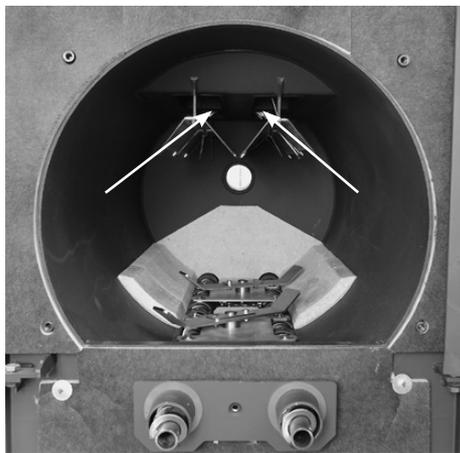

Bild 19
9. Asche in der Brennkammer und an den Leitblechen entfernen; am besten mit Hilfe eines Staubsaugers. Insbesondere der Abgas-Eintritt in die stehenden Züge (Pfeile - Bild 19) muss sorgfältig gereinigt werden.